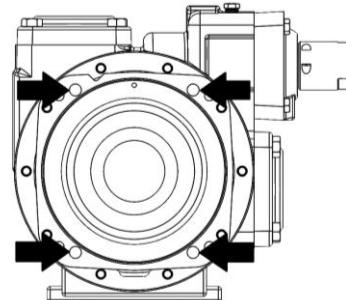

Figura 14 – Zone lavorate di riferimento dell'alloggiamento magnete
- Allineare il blocco del magnete condotto (53) con l'alloggiamento del magnete (57). Assicurarsi che le viti di installazione dell'alloggiamento dei cuscinetti siano a contatto con le quattro pastiglie lavorate incassate di riferimento. Vedere Figura 14.